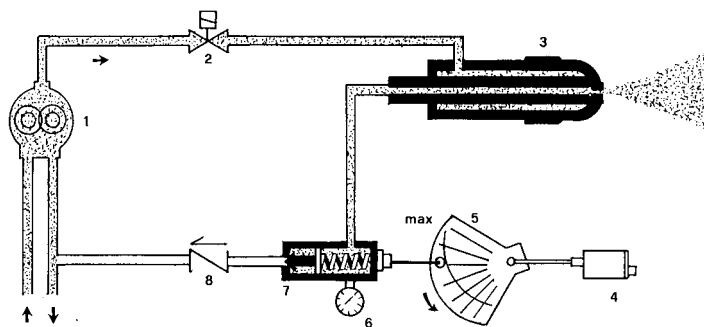

Рис. 22 - Большое пламя
- Разобрать, проверить и почистить головку сгорания (см. Рис. 22), при повторном монтаже тщательно соблюсти все размеры, указанные (см. Таб. 1).